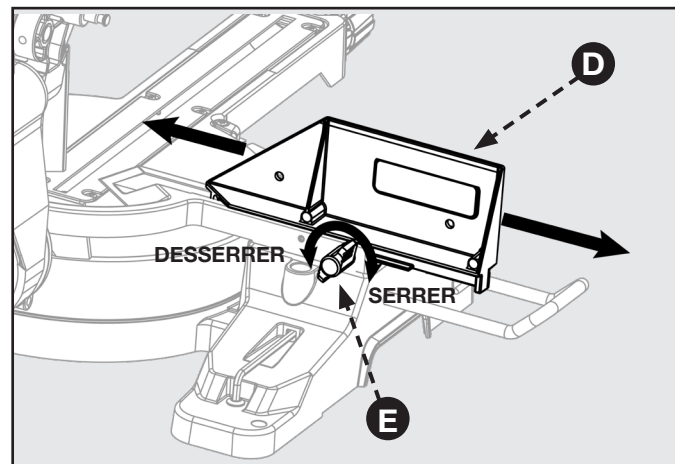

FIGURE 25
Cette scie dispose d'un guide avec rallonge ajustable. Pour étendre ou replier le guide, consultez la figure 25 et suivez ces instructions : Dévissez l'écrou à oreilles (E) en le tournant dans le sens antihoraire et faites glisser le guide (D) jusqu'à la position désirée. Veillez à resserrer l'écrou à oreilles (E) en le tournant dans le sens horaire.